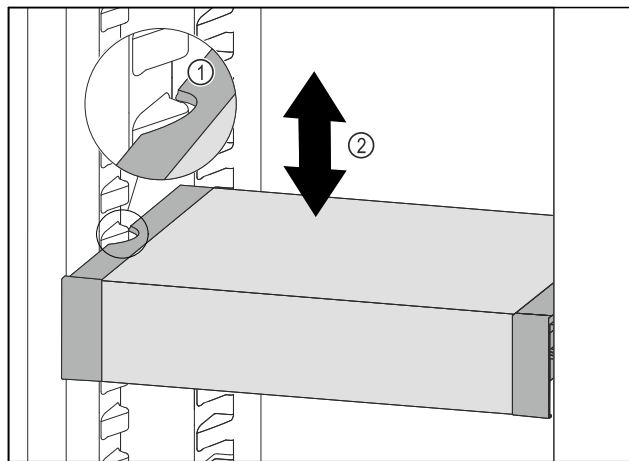

Fig. 60
- ▶ VarioSafe ťahajte dopredu, dokým sa bočné vybrania VarioSafe nebudú nachádzať vo výške rebra nádoby v chladničke. Fig. 60 (1)
- ▶ VarioSafe v chladničke presúvajte nahor alebo nadol, dokým sa dosiahne požadovaná výška. Fig. 60 (2)